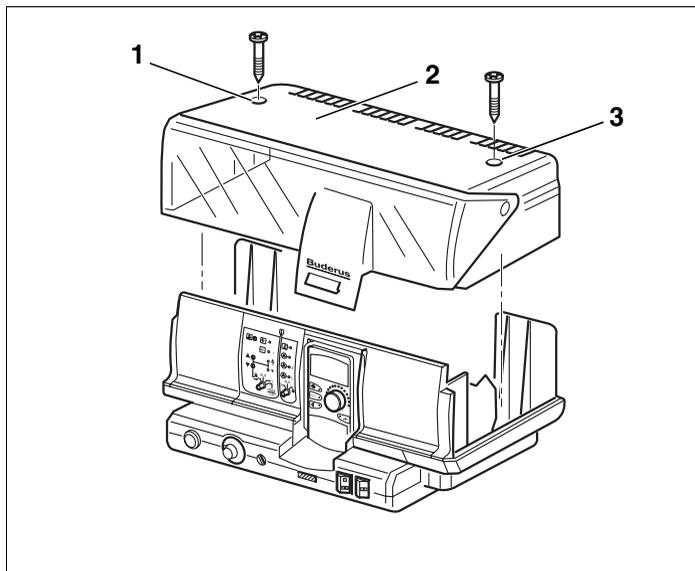

Fig. 14 Retirer les couvercles
- Desserrer les deux vis sur la partie supérieure de l'appareil (fig. 14, **pos. 1 et 3**).
- Soulever le cache-bornes (fig. 14, **pos. 2**).